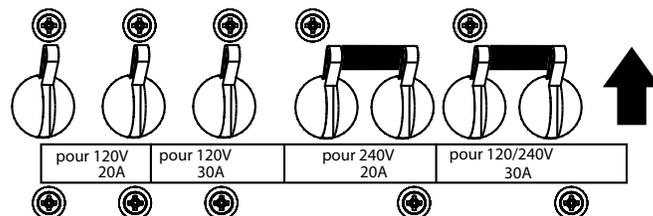

Figure 22. Disjoncteur de fuite de terre/AUX. Disjoncteurs (MARCHE)
9. Placer le disjoncteur **AUX** et **de fuite de terre** (Figure 22) en position **MARCHE**.